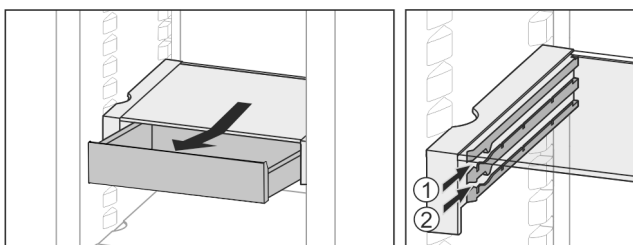

Fig. 60
- ▶ L'insérer à n'importe quelle hauteur Fig. 60 (1) ou Fig. 60 (2).